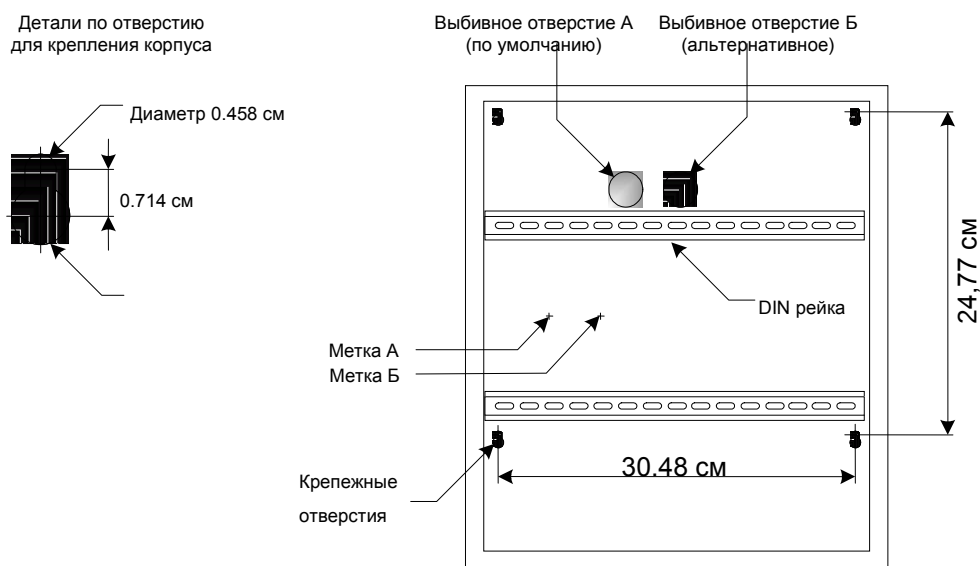

Рис. 2. Корпус SCU (показан с DIN рейками и без дверцы)
Дополнительный корпус для SCU (рис. 2) обеспечивает защищенное пространство для использования внутри помещений. Размеры корпуса 35,56 (Ш) × 40,64 (В) × 10,16 (Г) см.
3. Если вы собираетесь использовать задний оптический детектор взлома для обнаружения несанкционированного снятия корпуса со стены, выбейте соответствующую заглушку (см. Выбивное отверстие А и Выбивное отверстие В на рис.2.) следующим образом:
При использовании корпуса SCU учтите положение заднего оптического датчика вмешательства, если требуется обнаруживать несанкционированное снятие корпуса со стены. В этом случае см. рис. 2 и разместите SCU следующим образом: